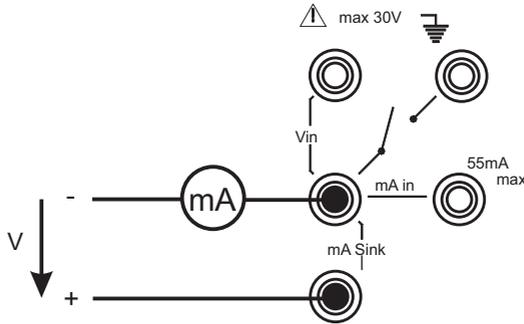

Figura 8-4: Circuito de Calibração de Faixa de Saída de Corrente de 24 mA
8. Conecte uma fonte de tensão externa mostrada na Figura 8-4 na página 49, pressione a tecla **OUTPUT** (Saída) e selecione **mA Valor**:
10. Repita (9) para todos os valores de saída fornecidos na Tabela 8-5 na página 50.